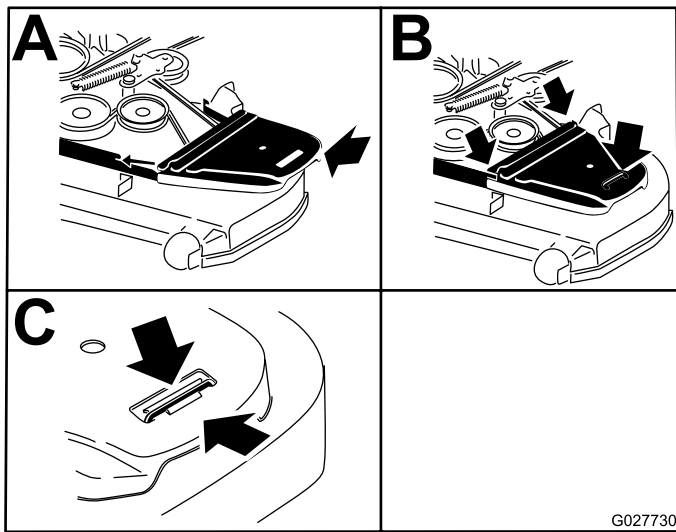

Figure 80
12. Posez les couvercles de courroie (Figure 80).